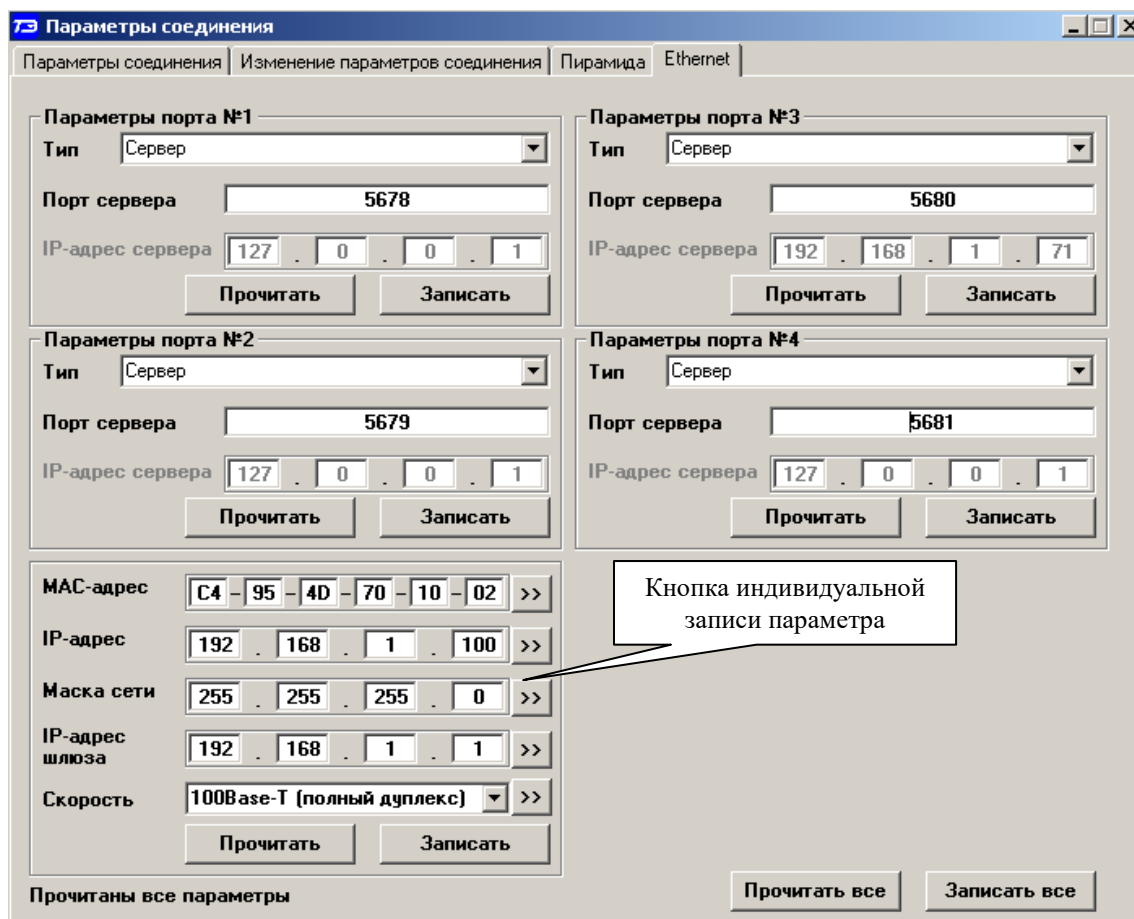

Рисунок 3 – Форма «Параметры соединения», вкладка «Ethernet».
2.7.1 Встроенный Ethernet-модем счетчика поддерживает до четырех исходящих (TCP-клиент) или входящих (TCP-сервер) TCP/IP-соединений через четыре конфигурируемых TCP-порта. При выходе с предприятия-изготовителя Ethernet-интерфейс сконфигурирован по умолчанию, как показано на вкладке рисунок 3.
- записать установленные параметры по кнопке «Записать все» или по кнопке записи индивидуального параметра, или по кнопке записи группы параметров, расположенных на поле вкладки (рисунок 3).